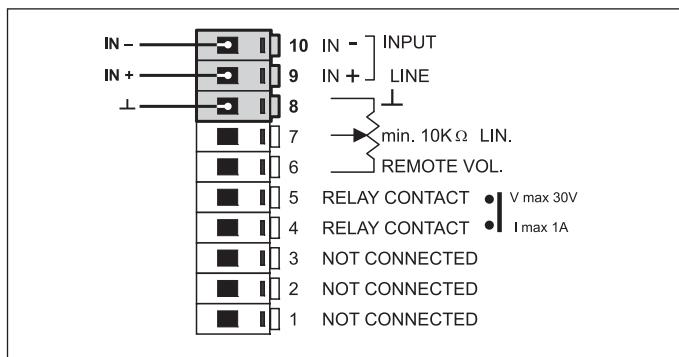

Fig. 4.5.2
Qualora si volesse collegare un secondo ingresso, utilizzare i terminali 8, 9 e 10 della morsettiera 'CONTROL I/O' (5) (vedi fig. 4.5.2).
If you wish to connect a second input, use terminals 8, 9 and 10 of the 'CONTROL I/O' terminal strip (5), as shown in Figure 4.5.2.